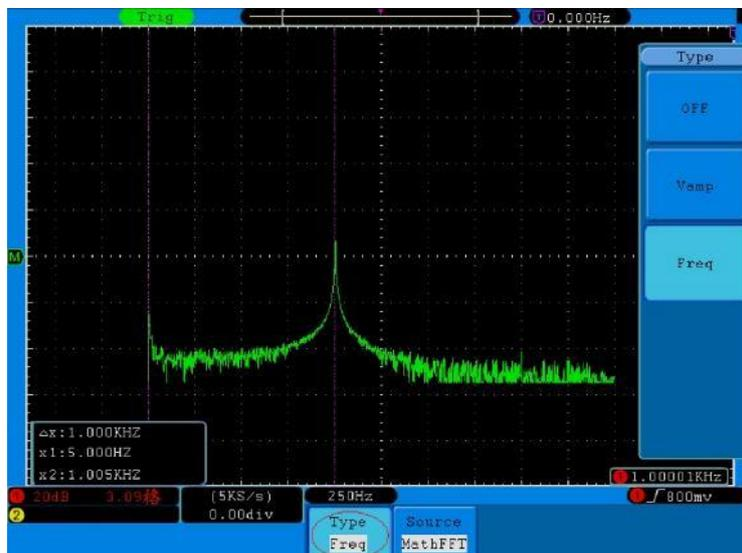

Fig. 76 Forma d'onda della misura del cursore Freq
3. Regolare le posizioni del cursore1 e del cursore2 utilizzando la manopola di regolazione **POSIZIONE VERTICALE di CH1 e CH2** in base alla forma d'onda misurata. La finestra in basso a sinistra mostra il valore della differenza dei due cursori e la posizione corrente. (Vedi **fig. 76**).